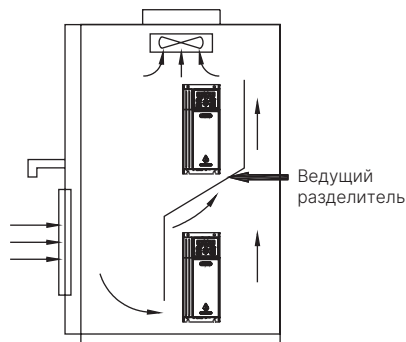

Рис. 3-2 Монтаж нескольких преобразователей
3. При вертикальном монтаже нескольких преобразователей необходимо использовать разделительные пластины между ними, см. Рис. 3-2.